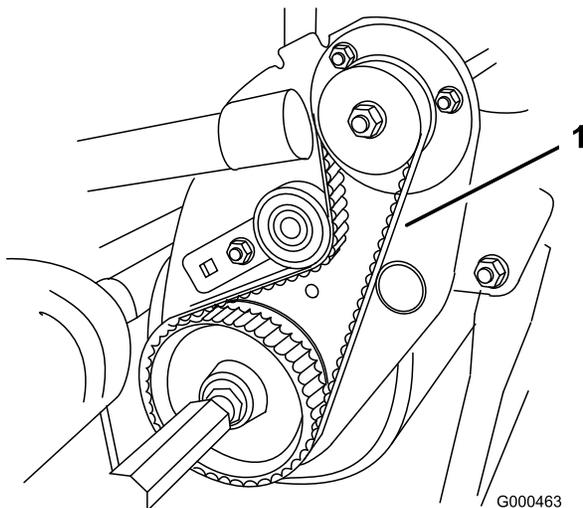

Bild 46
2. Prüfen Sie die Spannung des Riemen (Bild 46). Wenden Sie eine Kraft von $1,8 \pm 0,5$ kg in der Mitte der Scheiben an. Der Riemen muss sich 4,8 bis 7,9 mm durchbiegen lassen. Machen Sie bei einem falschen Durchbiegungswert mit dem nächsten Schritt weiter.